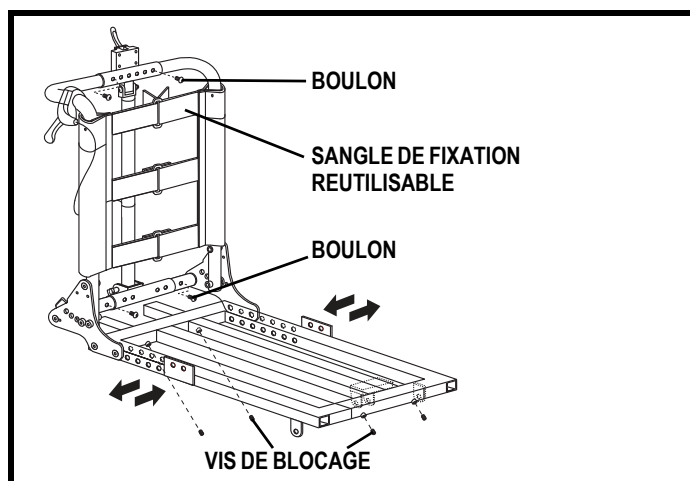

Figure 14. Réglage de largeur du siège
2. Desserrez les quatre vis de pression de la base du siège. **Voir la figure 14.**